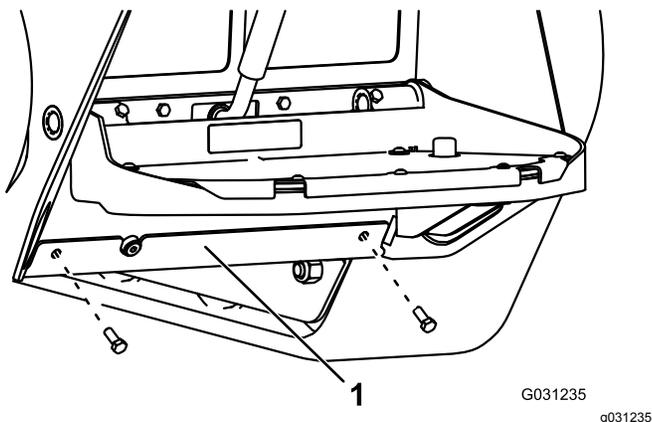

図 67
4. ボトムプレートを固定しているボルト2本を外してボトムプレートを外す 図 67。
8. ボトムプレートを取り付ける 図 67。